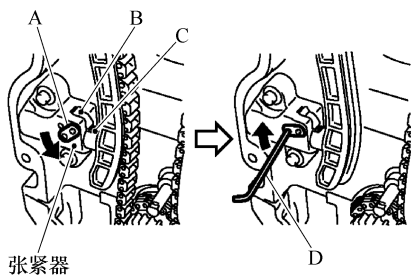

图 3-96 拆下链条张紧器
5) 如图 3-96 所示，按照以下步骤拆下链条张紧器(适用于正时链条)。
① 完全推倒链条张紧器杆(A)，然后把柱塞(C)推入链条张紧器内(适用于正时链条)，如图 3-96 所示。
• 完全推倒链条张紧器杆后，限定器(B)就被释放出来了。这样，就可以移动柱塞了，如图 3-96 所示。
中，然后在上方位置处固定住杆，如图 3-96 所示。
• 图 3-96 中所示的是一个使用六角扳手 2.5mm(0.098in)的例子。
④ 拆下链条张紧器(适用于正时链条)。